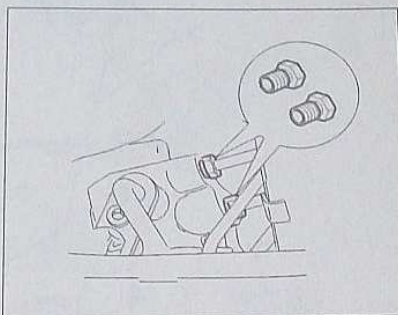

FIG.14
• Desserrer les raccords des canalisations d'alimentation du vérin d'assistance sur la valve distributrice et les écarter (Fig.14).
• Déposer les bouchons sur la valve distributrice puis rebrancher les canalisations d'alimentation du vérin avec des joints toriques neufs (Fig.14).